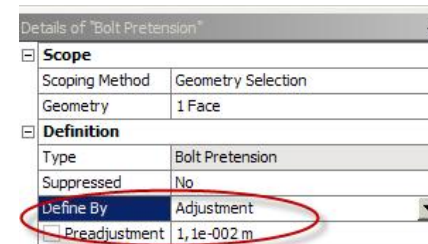

Рис. 6.35
- *Adjustment* – задается установочный размер и его величина (параметр *Preadjustment*) (рис. 6.35).